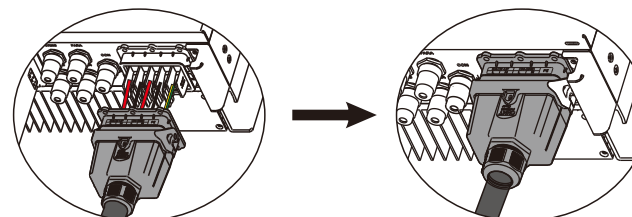

**Figure 4.3-5 Installation des bornes de connexion AC**
**Étape 3.** Installez la borne de connexion AC sur le câble. Voir la figure 4.3-5.